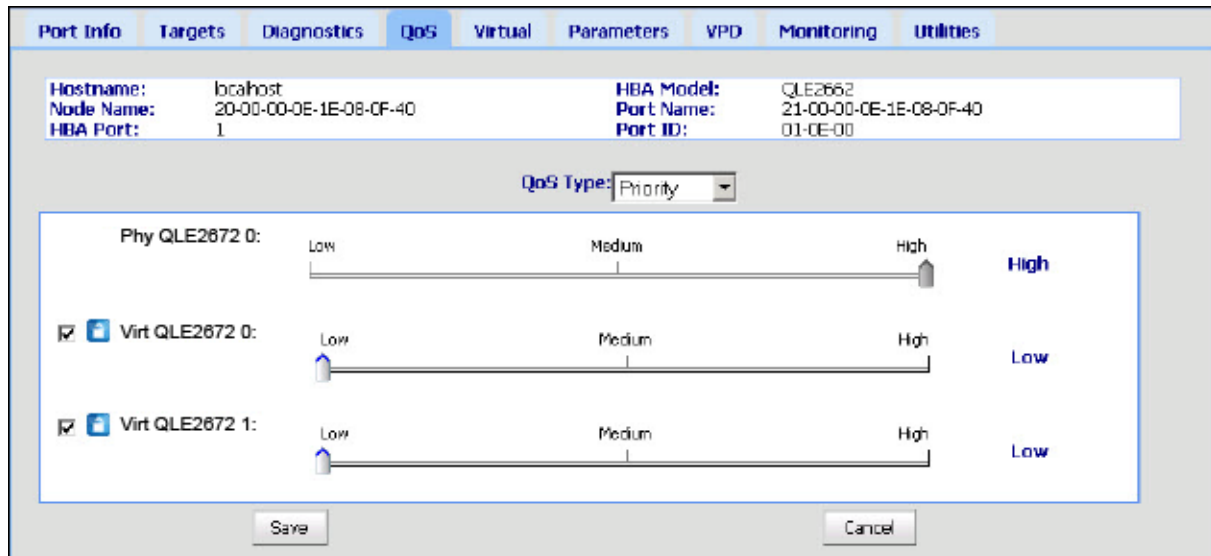

Abbildung 3-10. Einstellen der QoS nach Priorität
5. Bewegen Sie den Schieberegler, um die Priorität auf gering, mittel oder hoch einzustellen, wie in Abbildung 3-10 dargestellt.